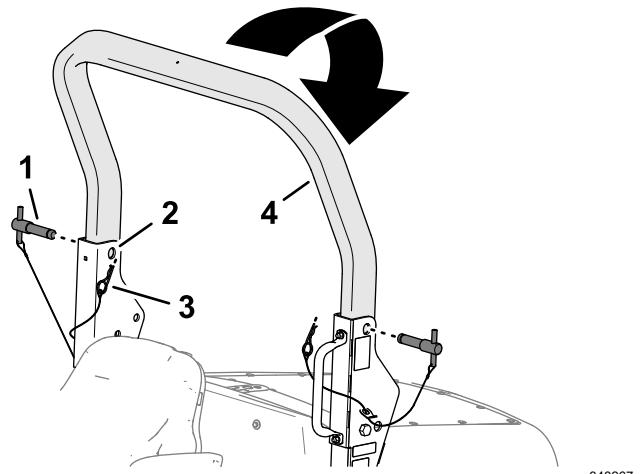

Bild 29
2. Entfernen Sie die Splinte aus den Überrollbügelstiften in den Schwenkhalterungen des unteren Überrollbügelrahmens (Bild 29).
3. Halten Sie das Gewicht des oberen Überrollbügels und entfernen Sie die Überrollbügelstifte aus den Schwenkhalterungen (Bild 29).